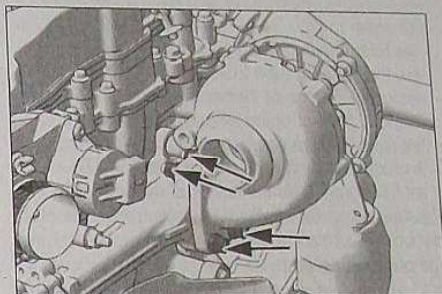

FIG.35
- les 4 écrous de fixation du turbocompresseur (Fig.35).